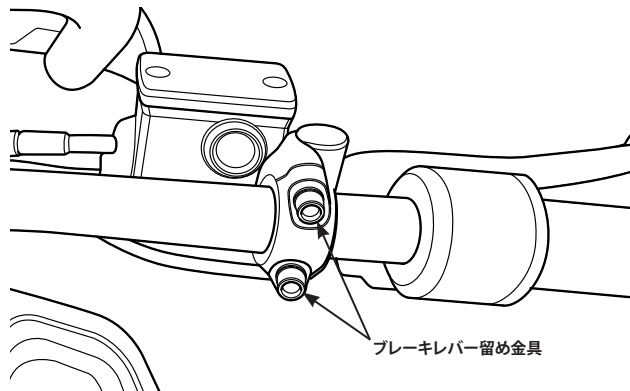

図 52: ブレーキレバー留め金具
3. 5 mm 六角レンチを使用して、ブレーキレバークランプの 2 つの留め金具を緩めます (図 52)。